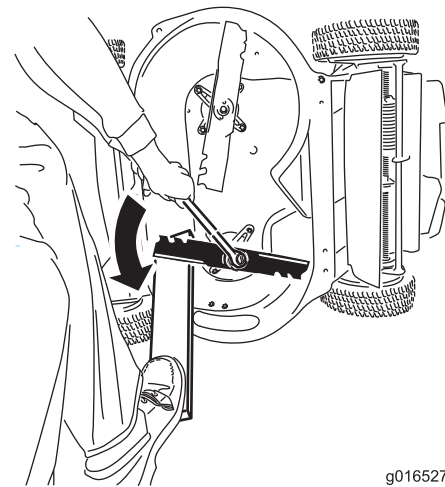

Bild 38
1. Halten Sie jedes Messer mit einem Holzblock fest und drehen Sie die Messerschraube nach links, wie in **Bild 38** dargestellt.